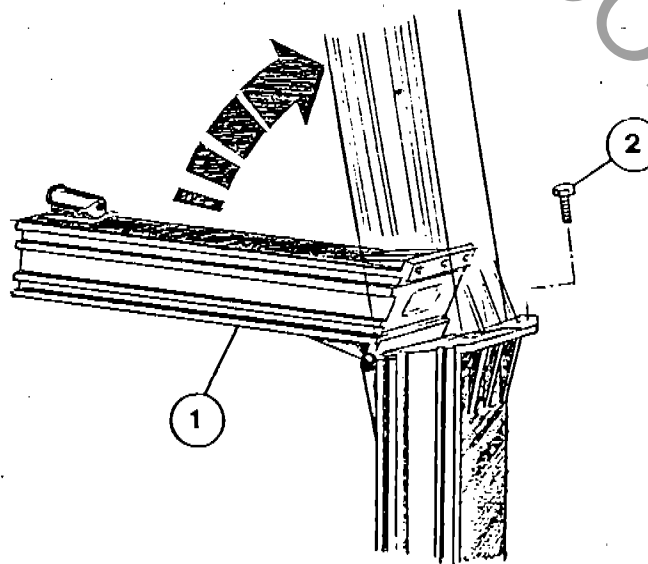

Fig. 2
- Put the attraction centerpiece shaft (1-Fig. 2) in the normal operating position, secure it by means of screws (2-Fig. 2) and remove the shaft/rotating centerpiece mounting and fixing parts which are used for transport purposes.
- Portare nella posizione normale di lavoro l'albero centro giostra (1-Fig. 2), fissarlo quindi con le apposite viti (2-Fig. 2) e smontare le parti di supporto e collegamento albero/centro girevole necessarie per il trasporto.